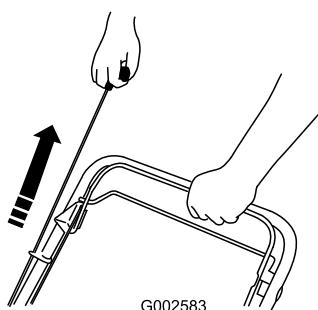

Figure 15
- Arranque el motor con el arrancador (Figure 15).